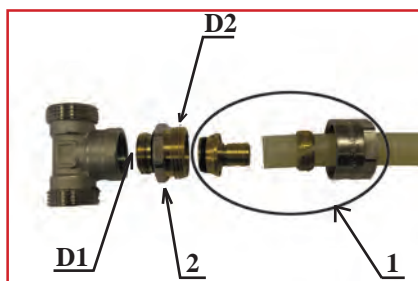

Рис. 9
**Таблица №10** - Таблица совместимости фитингов (рис.9)